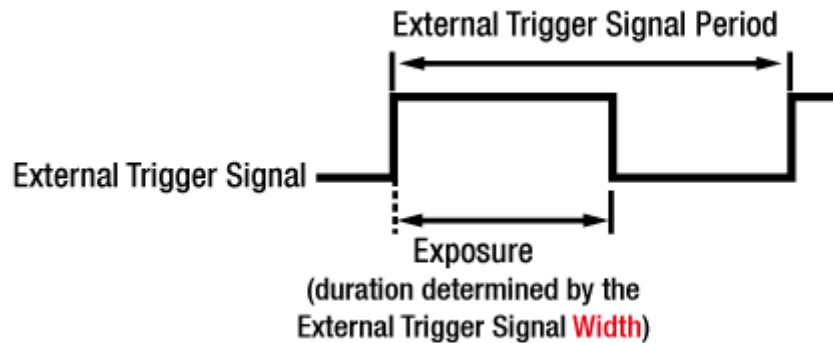

Figure 8.5 Trigger Width Exposure Mode
**Trigger Width** 노출 모드를 선택하면 각 영상 획득의 노출 구간을 외부 트리거 신호(CoaXPress 또는 External)로 직접 제어할 수 있습니다. 상승 에지(rising edge) 트리거로 설정하면 외부 트리거 신호가 상승할 때 노출을 시작하고, 노출 구간은 신호가 하강할 때까지 계속됩니다. 하강 에지(falling edge) 트리거로 설정하면 외부 트리거 신호가 하강할 때 노출을 시작하고, 노출 구간은 신호가 상승할 때까지 계속됩니다. Figure 8.5 는 상승 에지(rising edge) 트리거로 설정한 **Trigger Width** 노출 모드를 나타냅니다.